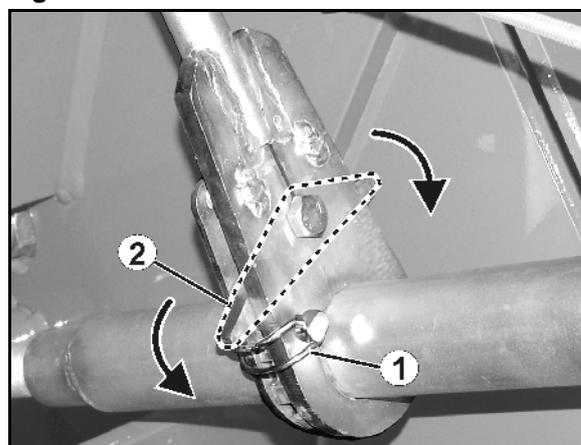

Fig. 40
2. Enlevez la goupille d'arrêt (Fig. 40/1).
3. Encliquetez le levier pivotant (Fig. 40/2) conformément au sens de rotation souhaité.